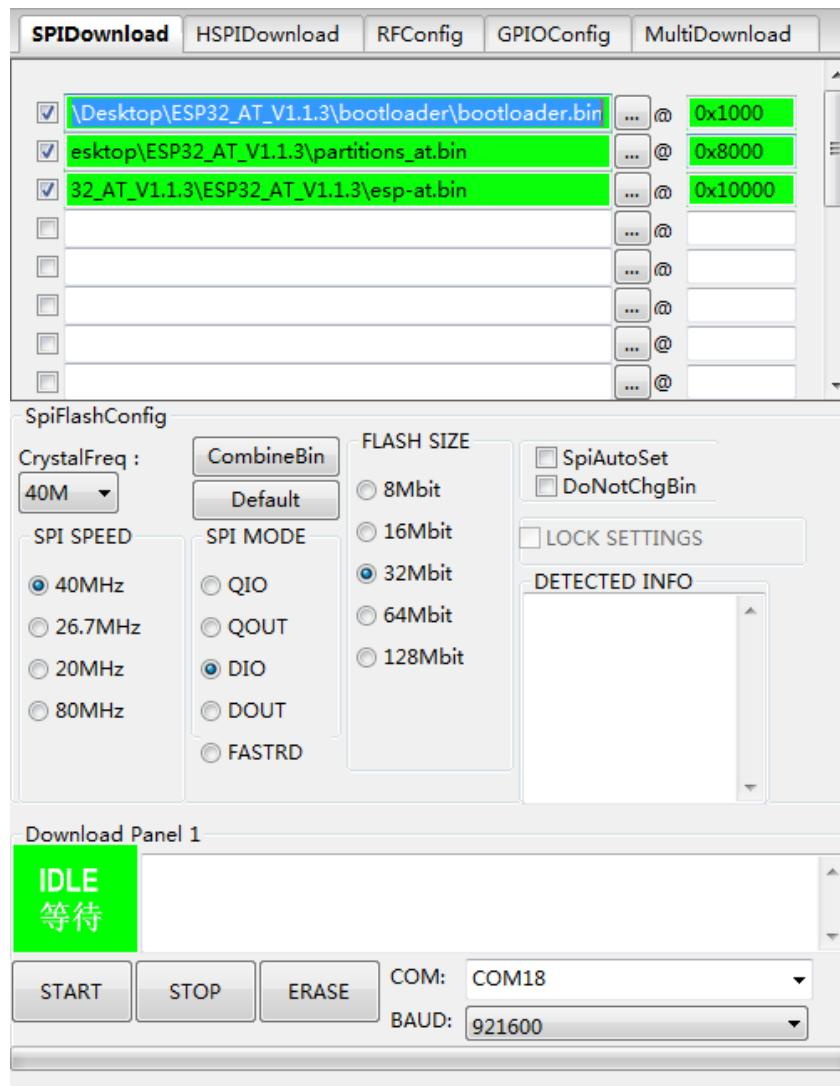

图 4-2. ESP32 DownloadTool — SPIDownload
2. 进入下载页面，填入需要烧录的 bin 文件和对应的烧录地址，并根据自己实际需求填入 *CrystalFreq*、*SPI SPEED*、*SPI MODE*、*FLASH SIZE*、*COM* 及 *BAUD*，如图 4-2。